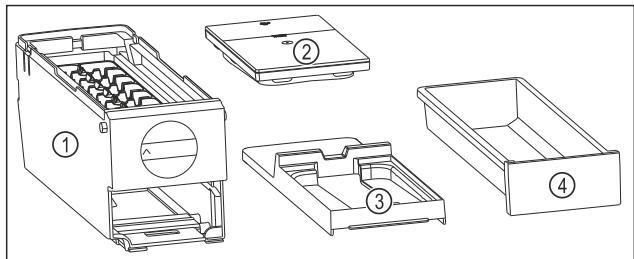

Fig. 185 Съставни части на EasyTwist-Ice
- Разглобявайте EasyTwist-Ice само на изобразените съставни части. (виж Fig. 185)
- Почистете корпуса на EasyTwist-Ice Fig. 185 (1) като едно цяло.
- EasyTwist-Ice е разглобен на четири части. (виж Fig. 185)